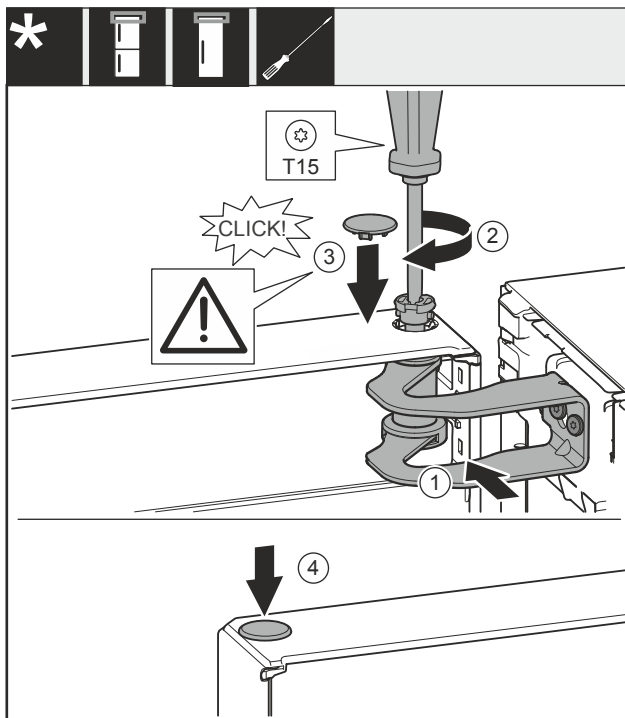

Fig. 59
- ▶ Deur met de opening in het lagerbok Fig. 59 (1) uitlijnen.
- ▶ Bouten Fig. 59 (2) insteken en met een schroevendraaier vastschroeven.
- ▶ Afdekking Fig. 59 (3) plaatsen.
- ▶ Controleer of de afdekking Fig. 59 (3) tegen de deur ligt.
- ▶ Afdekking Fig. 59 (4) plaatsen.